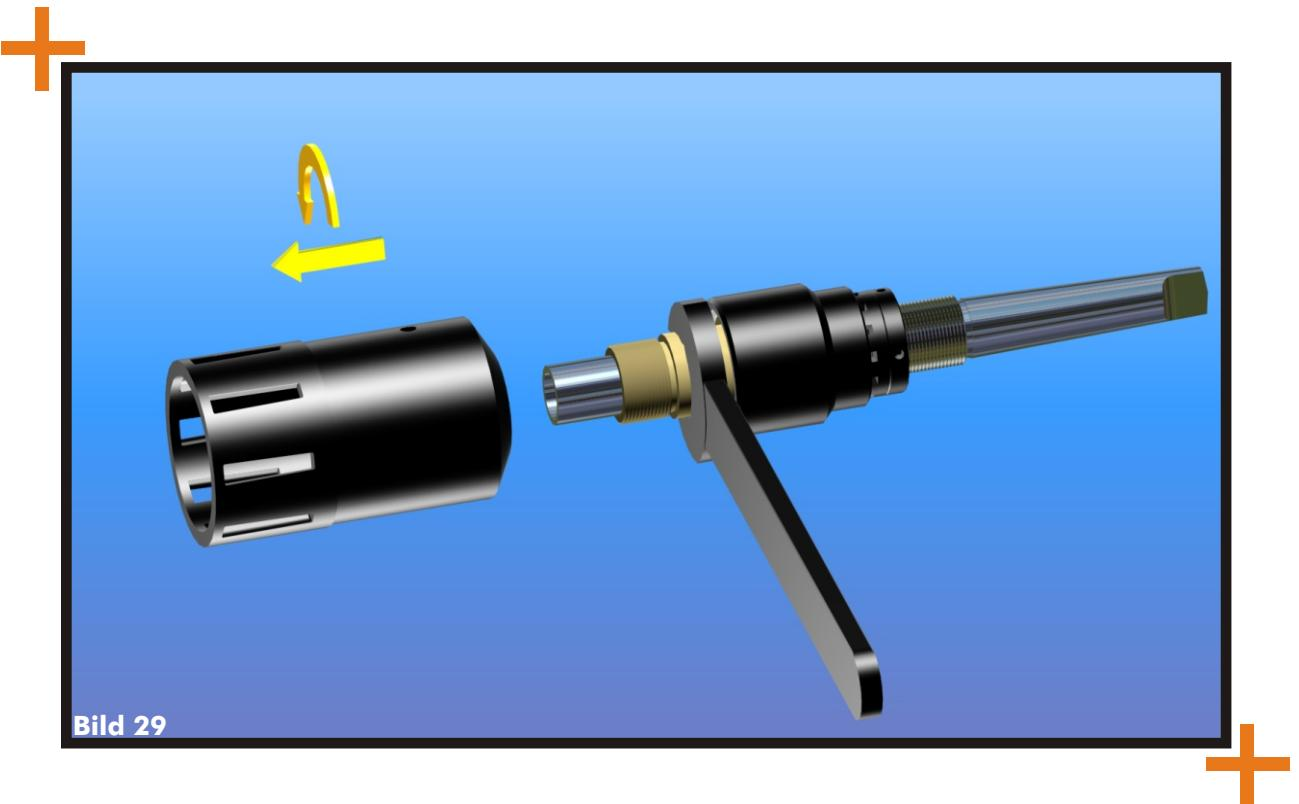

Bild 29
- > **Drehen Sie nun den Käfig nach links vom Rohr. (Bild 29)**